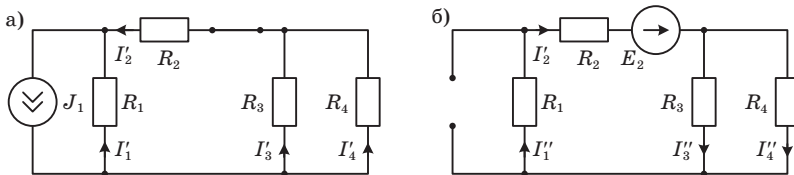

Рис. 1.16
1. С источником тока  $J_1$  при замкнутом источнике ЭДС  $E_2$  (рис. 1.16, а).
2. С источником ЭДС  $E_2$  при обрыве ветви с источником тока  $J_1$  (рис. 1.16, б).
Рассчитаем токи  $I'_1 .. I'_4$  в первой частичной схеме (рис. 1.16, а). Найдем суммарное сопротивление  $R_2, R_3$  и  $R_4$ :
Теперь рассчитаем токи  $I''_1 .. I''_4$  во второй частичной схеме (рис. 1.16, б). Найдем сопротивление схемы относительно зажимов источника ЭДС: